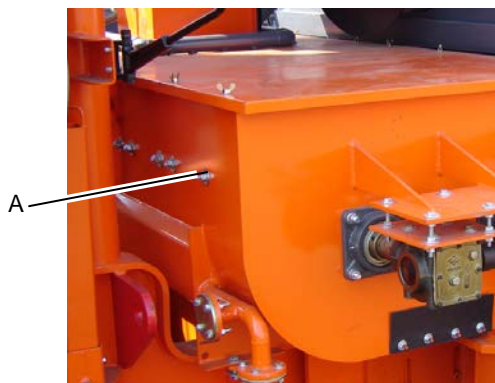

Fig. 1: Fixação do revestimento interno / Fastening of the internal lining /
- ☛ Para a substituição do revestimento interno não é necessário a retirada dos braços e das palhetas do misturador, basta desparafusar as porcas de fixação do revestimento, fig. 1 - det. A, retirar os parafusos e substituir as chapas e os parafusos. Primeiro deve-se retirar as chapas superiores e depois as inferiores;